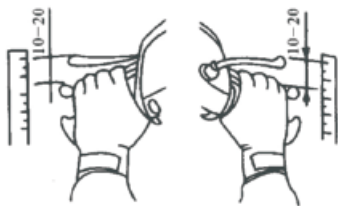

Figura 3-1
1.3 Verificarea frânelor față și spate: când acționați mânerul de frână, trebuie să simțiți rezistență (înseamnă că frâna va funcționa corect). Raza de mișcare a mânerului trebuie să fie 1mm ~ 20mm (25 ram cel mult). Așa cum se arată în figura 3-1, verificați dacă raza de mișcare a capetelor mânerelor este conformă.